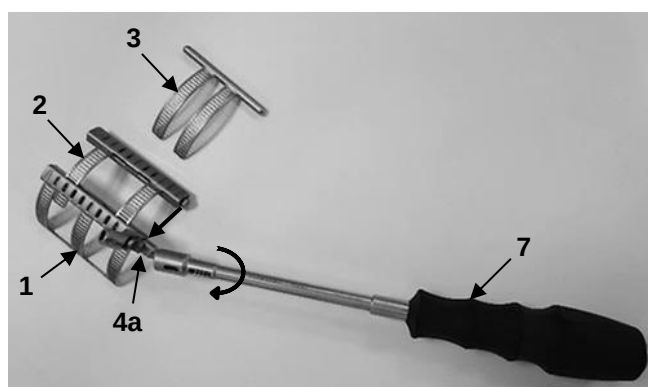

Fig. 17
1. Inserte el elemento primario (2) en el elemento base (1) e introdúzcalo con el destornillador adecuado (7). Para ello, gire el mecanismo de transporte del módulo de caja del elemento base (4a) en sentido contrario a las agujas del reloj con el destornillador (7) (Fig. 17).